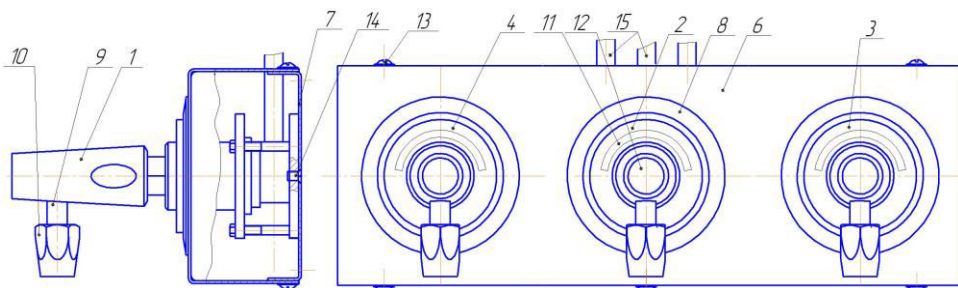

Рис.1 СКБ-1 ДЖЕТ 396 00 00 00
4.1 СКБ-1 в сборе (см. рис.1) состоит из трех штекеров газовых 1, трех клапанов газовых 2,3,4, коробки монтажной, состоящей из крышки 6 и основания 7
4.6. Для выключения СКБ-1 необходимо нажать до упора на соответствующую планку запорную 8 (см. рис.1) и вынуть штекер газовый 1 из клапана газового.
5.1 Для установки СКБ-1 см. рис.1 необходимо: